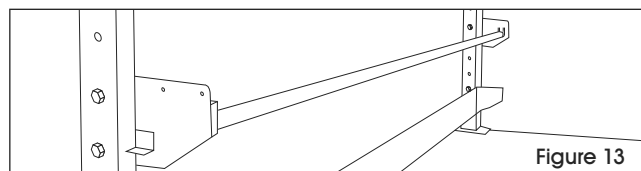

Figure 13
1. Alignez les supports de porte-rouleau (3) sur les montants à la hauteur voulue.
2. Fixez aux montants à l'aide de quatre boulons hexagonaux M6 x 40 mm et écrous à embase. (Voir Figure 13)